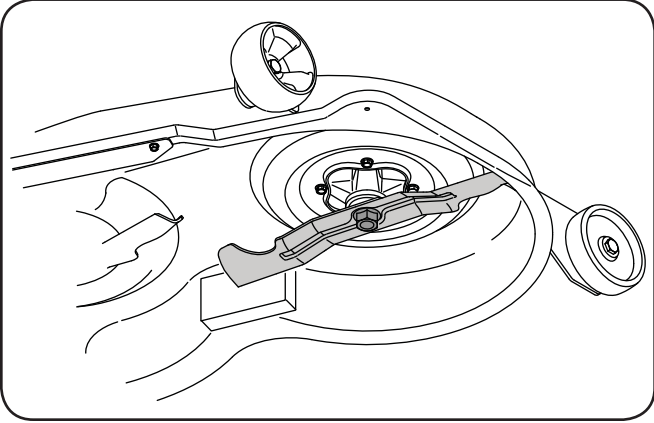

Figure 7-6
2. Placez une cale de bois entre le déflecteur au milieu du plateau et la lame pour faciliter le desserrage de l'écrou à six pans qui retient la lame. Voir la Figure 7-6.
3. Retirez l'écrou à bride à six pans qui maintient la lame sur la base de la fusée. Voir la Figure 7-6.